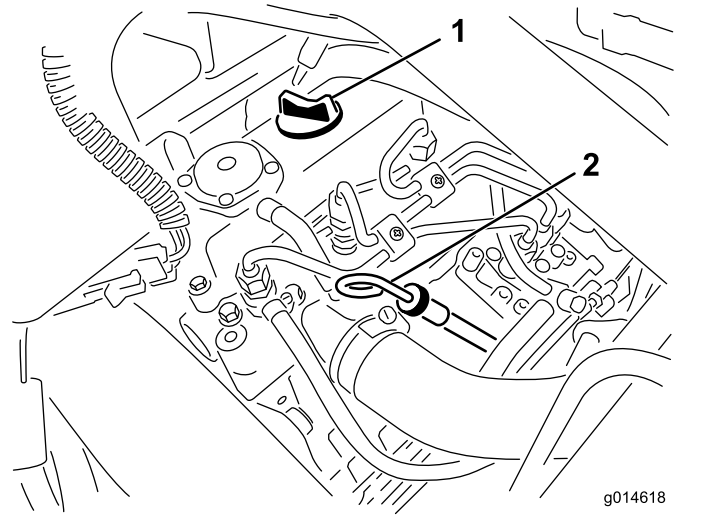

図 27
2. ディップスティックを抜きウェスで一度きれいに拭く(図 27)。